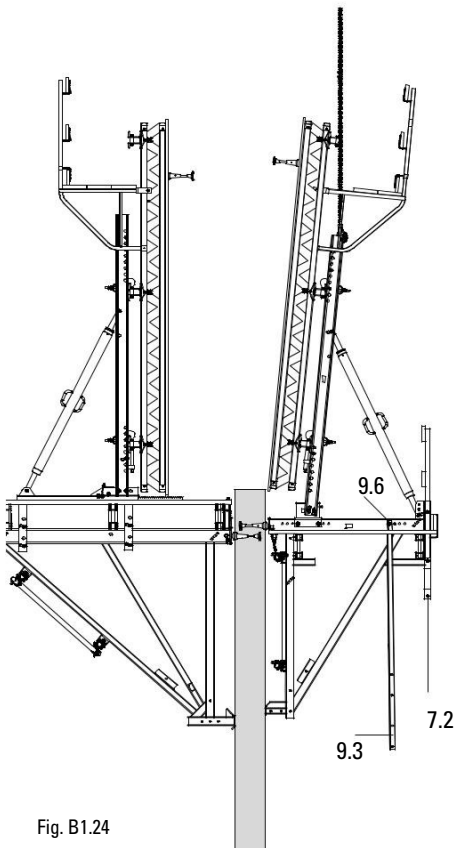

Fig. B1.24
2. Закрепете платформата към напречния трегер и я свалете от ан-кера. Не превишавайте капацитета на крана, виж В4. (Fig. B1.24)